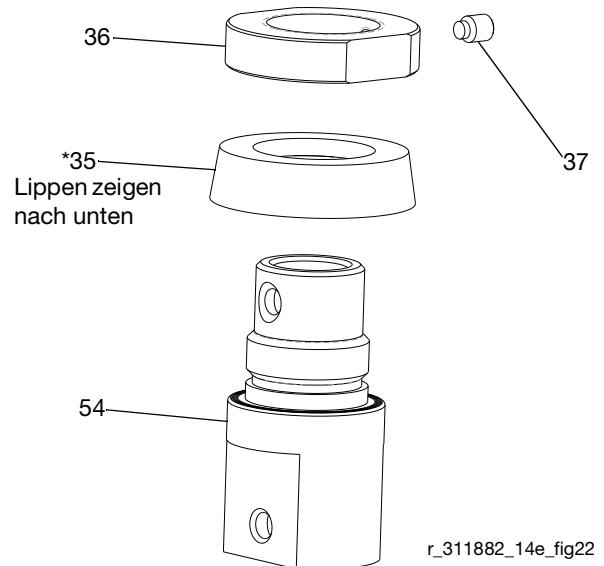

ABB. 22
11. Befestigungsschraube (37) an der Manschette (36) lösen. Manschette von der Kolbengehäuse (54) abnehmen. Rillring (35*) entfernen. Alle Teile auf Beschädigungen untersuchen. Siehe ABB. 22.